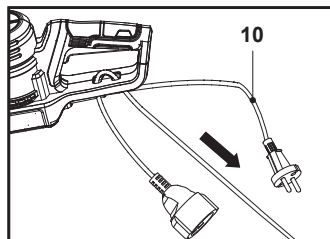

Fig. 3
2. Passe o prolongador sobre o retentor de cabo (11) e puxe com cuidado o cabo de alimentação (10) para garantir que está bem seguro (Fig. 3).